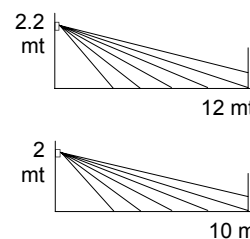

Fig. 2
- Posizionare il Telelink VP-7N ad una altezza di 2 / 2.2 metri (vedi Fig. 2) rivolto verso la zona da proteggere, tenendo presente che il sensore ad infrarosso è più sensibile al movimento trasversale che all'avvicinamento frontale. In caso di installazioni ad altezze superiori ai 2.2 metri, per garantire la stessa copertura, fissare il Telelink VP-7N inclinandolo verso il basso (vedi figura a destra).